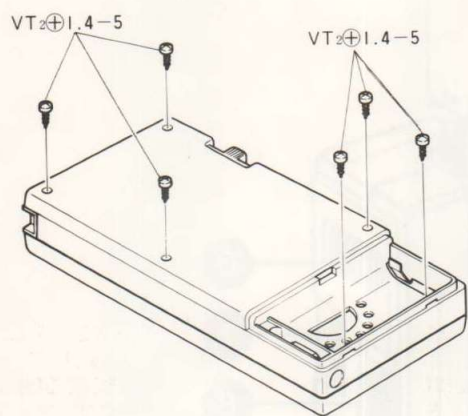

Fig. 3
1) Remove 6 screws. (See Figure 3)
1) Zes schroeven losdraaien (zie Fig. 3).
1) Dévisser les 6 vis (voir Fig. 3).
1) Togliere le 6 viti (vedere Fig. 3).